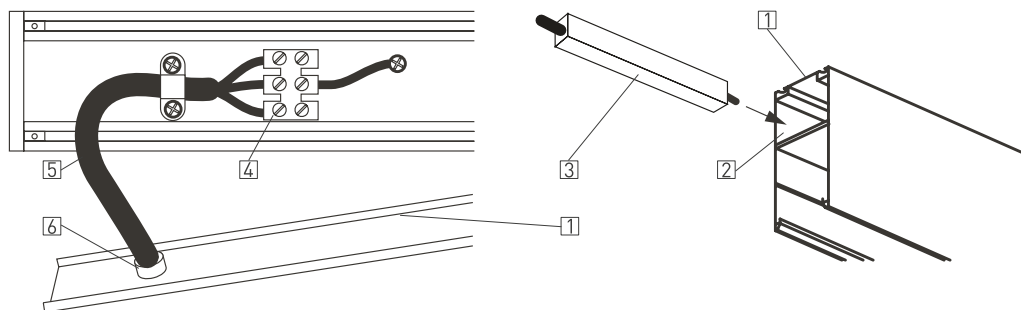

Рисунок 2. Установка блока питания в шинопровод.
1. Снимите заднюю крышку шинопровода [1], поддев ее край плоской отверткой (см. рисунок 2).